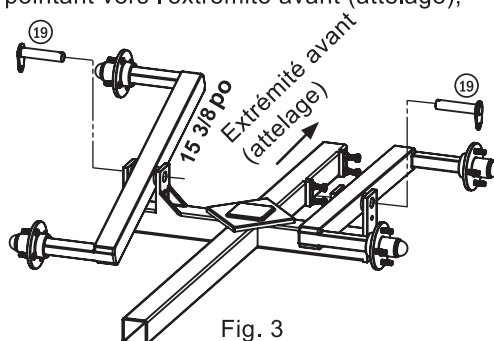
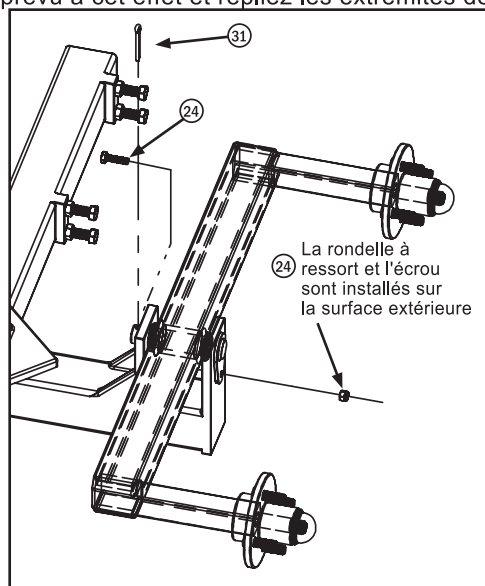
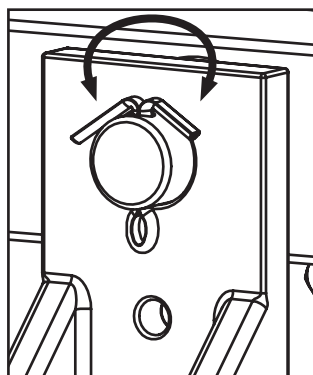

Fig. 3
Fig. 4
Fig. 5
2. Notez que le côté avec la mesure la plus longue doit être assemblé en pointant vers l'extrémité avant (attelage), comme indiqué sur la fig. 3.
Étape 6 : Installez les axes de pivotement du tourillon. Installez les axes de pivotement du tourillon (19) dans le châssis principal (1) comme indiqué sur la fig. 3. Utilisez le boulon M8x30 avec écrous et rondelles (24) pour fixer solidement les axes de pivotement en place comme indiqué sur la fig. 4. NOTE : l'écrou doit être installé sur la surface extérieure, sinon l'extension du boulon peut interférer avec le tourillon. Installez une goupille fendue de 5x50 (31) dans le trou de 5 mm prévu à cet effet et repliez les extrémités de la goupille fendue (fig. 5) pour s'assurer qu'elle ne tombe pas.